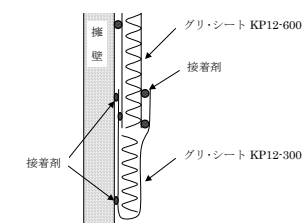

図 II-4 「グリ・シート」接続部の処理
- ① 「グリ・シート KP12-600」の下端を「グリ・シート KP12-300」の芯材に突き合わせ、「グリ・シート KP12-300」のフィルター耳部の内側に接着剤を塗布し、固定させます。（図 II-4）